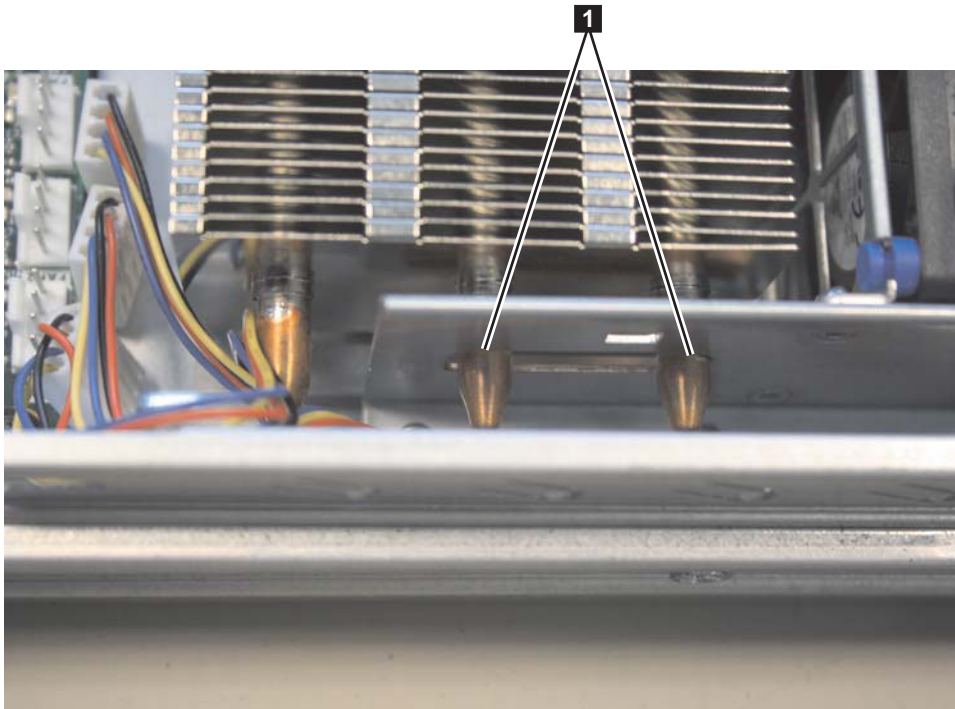

図 268. SAN ボリューム・コントローラー 2145-8A4 熱交換器アセンブリーの調整ピン
5. 熱交換器アセンブリが図示したような角度になるようにして、熱交換器アセンブリと、システム・ボード上のマイクロプロセッサおよび熱交換器の保持モジュール (ソケット) を注意深く位置合わせします。 302 ページの図 268 に示すように、位置合わせピン **1** が、位置合わせ穴 (熱交換器ブラケットの側面の開口部) から突き出ていること、およびヒートシンクのフランジが熱交換器ソケットのへりの下にあることを確認します。